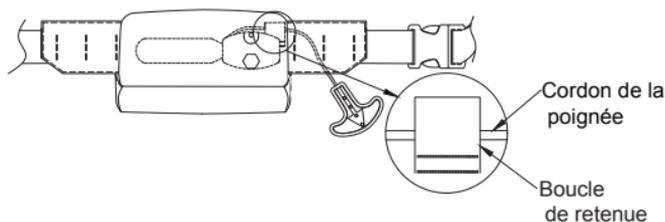

FIGURE 5 PASSAGE DU CORDON
- Faites passer le cordon de la poignée dans la boucle de retenue (voir figure 5). Ceci empêche la poignée de pendre trop bas.